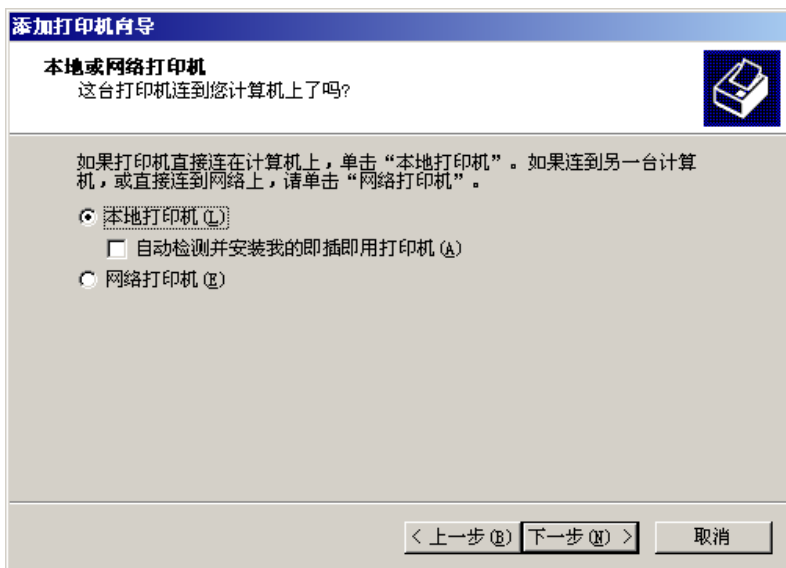

图 3-9
5. 选择“本地打印机 (L)”选项，如图 3-9 所示，单击“下一步”。